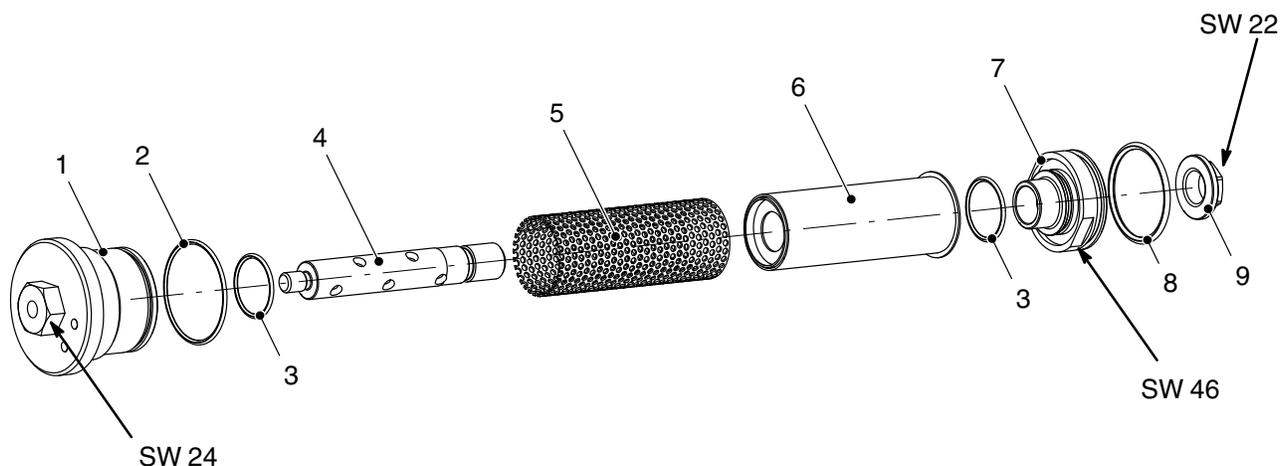

Fig. 5-15
4. Enrosque a porca do filtro (7, fig. 5-15) à mão na rosca da haste do filtro (4, fig. 5-15). Durante este processo, o tecido filtrante (6, fig. 5-15) não se pode comprimir.
6. Enroscar a contraporca (9, fig. 5-15) e apertá-la com uma chave dinamométrica (SW 22).